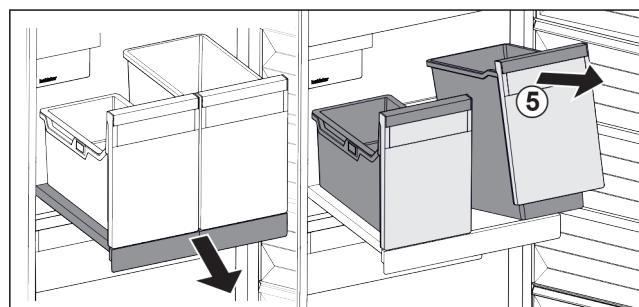

Fig. 89
- Spremnik Fig. 89 (5) podignite sprjeda.